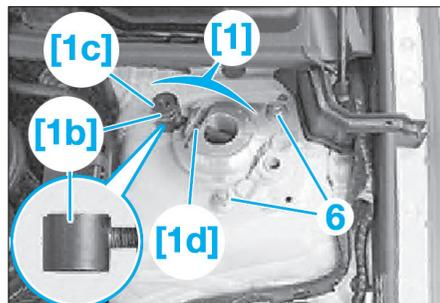

Fig. 5
- Insérer l'outil [1] dans l'évidement du passage de roue (Fig.5).